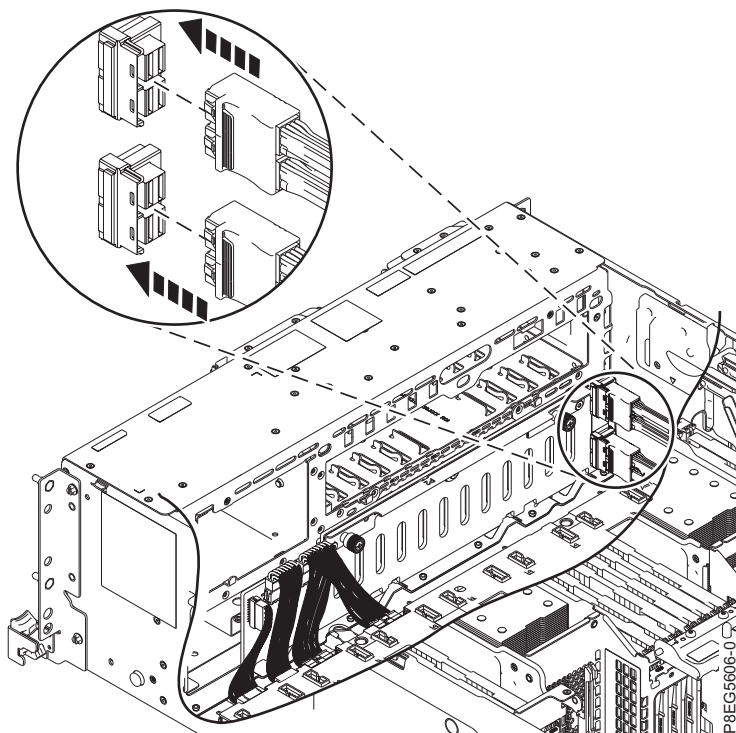

Figura 8. Reconexión de los cables SAS frontales
- Vuelva a conectar los cables SAS frontales a la placa posterior de la unidad de disco, como se muestra en la Figura 8. Empuje los conectores hasta que el pestillo haga clic. Organice los cables en la zona lateral del chasis.